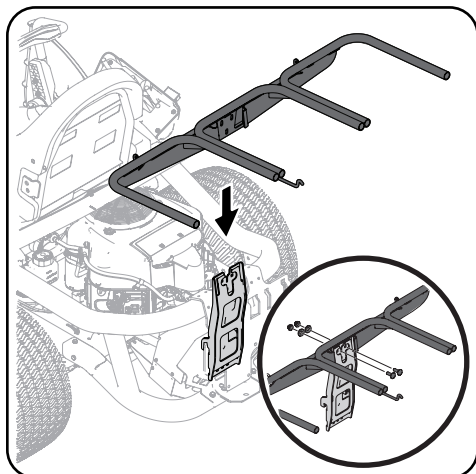

Figure 4-12
6. Ouvrez le capot en enfonceant les onglets arrière avec votre main (1) l'ouvrir, comme illustré à la Figure 4-12 et en soulevant le couvercle de l'autre main au centre, à l'arrière du couvercle de l'ensacheuse (2).